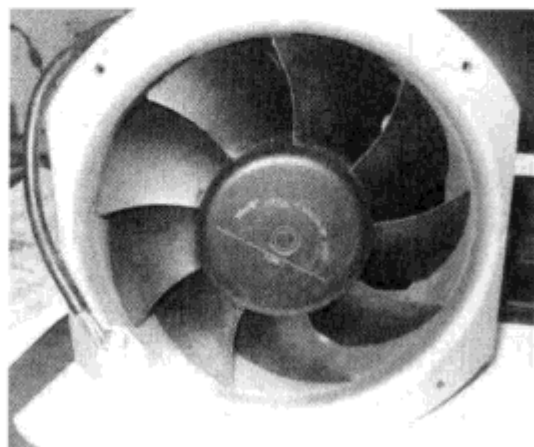

图 5-52 变频器风机
① 启动是否顺利。电动机的转速是否从一开始就随频率的上升而上升。如果在频率很低时,电动机不能很快旋转起来,说明启动困难,应适当增大  $U/f$  值,或增大启动频率。
② 启动电流是否过大。将显示内容切换至电流显示,观察在启动全过程中电流的变化。如因电流过大而跳闸,应适当延长升速时间;如机械对启动时间并无要求的话,最好将启动电流限制在电动机的额定电流以内。
③ 观察整个启动过程是否平稳。检查整个启动过程是否在某一频率时有较大的震动。如有,则将运行频率固定在发生震动的频率下,以确定是否发生机械谐振以及是否有预置回避频率的必要。
④ 在停机状态下是否旋转。如图 5-52 所示,对于风机,应注意观察在停机状态下风叶